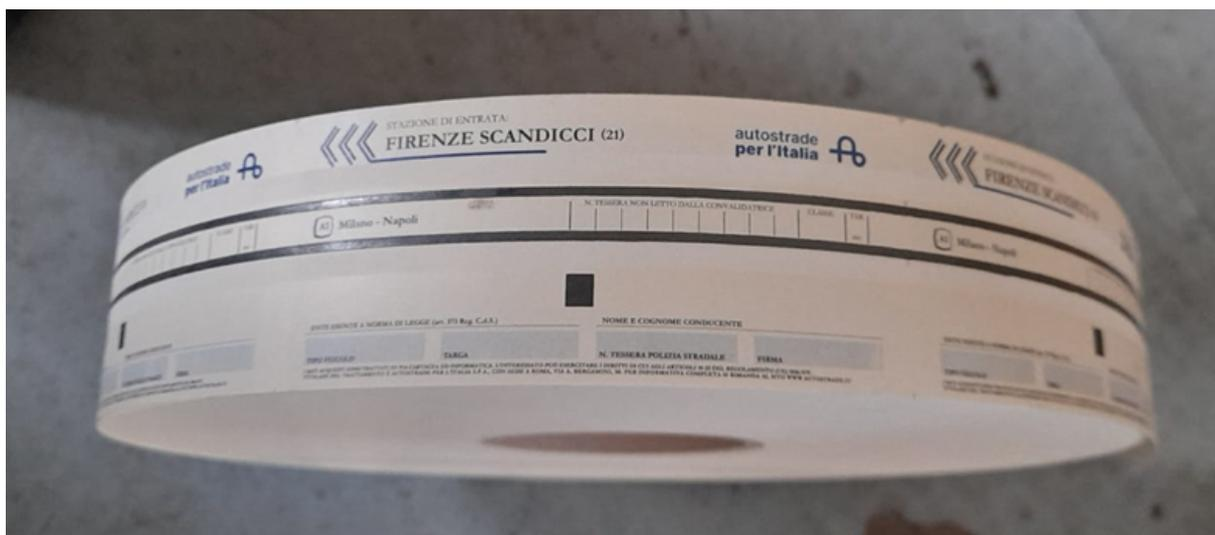

Figura 3. Posizione tacca rispetto a verso di srotolamento.
- La striscia deve essere avvolta sul mandrino come illustrato in Figura 3.